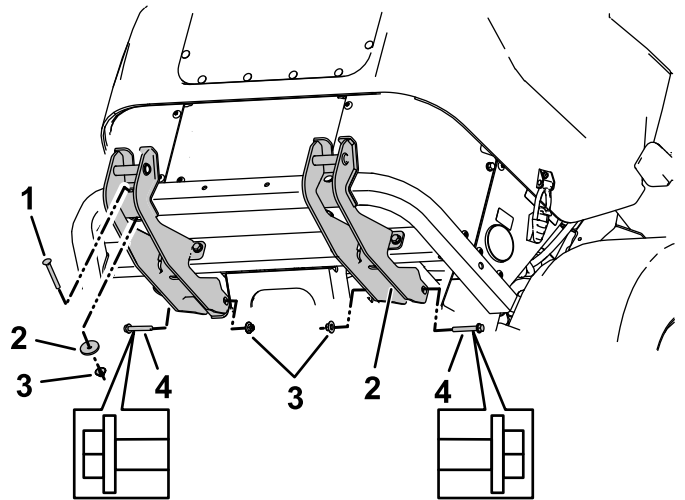

Figura 13
3. Instale provisionalmente 1 perno de cuello cuadrado ($\frac{3}{8}$ " x 3"), 1 arandela gruesa y 1 contratuerca ($\frac{3}{8}$ ") en cada soporte de montaje inferior, a través de la parte delantera del parachoques trasero (Figura 13).
4. Instale provisionalmente 2 pernos ($\frac{3}{8}$ " x $2\frac{1}{2}$ ") y 2 contratuercas ($\frac{3}{8}$ ") en la parte delantera de los soportes del bastidor (Figura 13).
Nota: La cabeza de los pernos debe estar orientada hacia fuera en cada soporte (Figura 13).